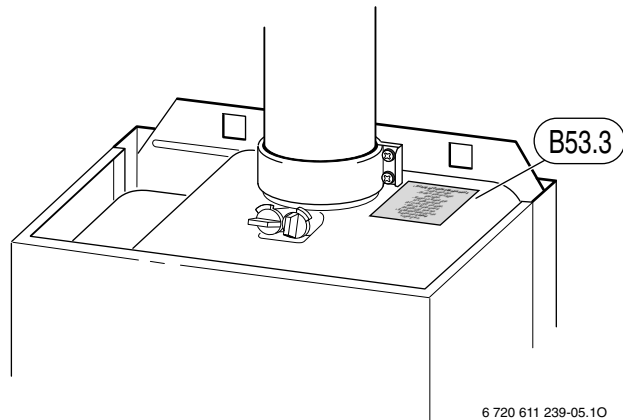

Bild 5
- ▶ Großen Aufkleber (B53.3) oben auf dem Gerät in der Nähe des Abgasrohrs anbringen (Bild 4 bzw. Bild 5).